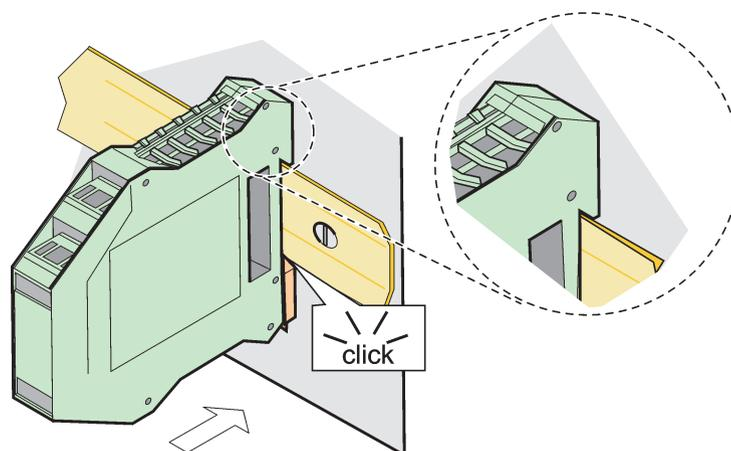

Figura 73 Acoplado um módulo de expansão
3. Gire o módulo para baixo e pressione-o no trilho DIN até ouvir o som de encaixe (Figura 73).